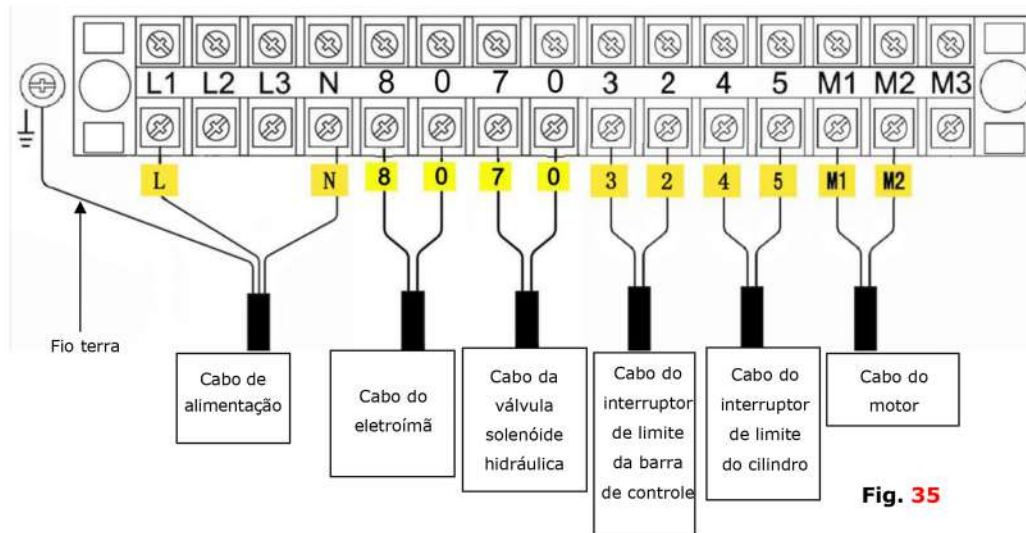

Fig. 35
3.1 Diagrama de conexão do cabo na caixa de controle (Ver Fig. 35)